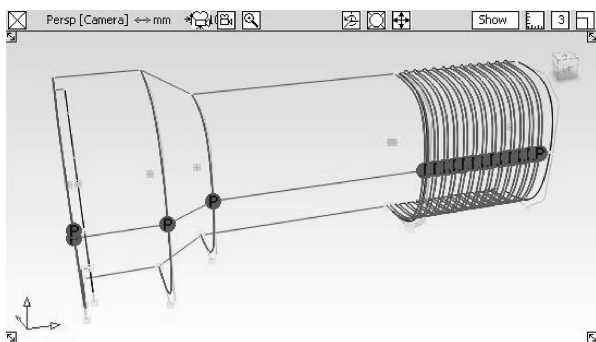

图 3-84 选中所有曲线
- 37 激活【curves】层栏的【curves】层,【curves】层将以黄色亮显。在视图中,围绕所有对象拖动出一个拾取框,将所有曲线选中,如图 3-84 所示。